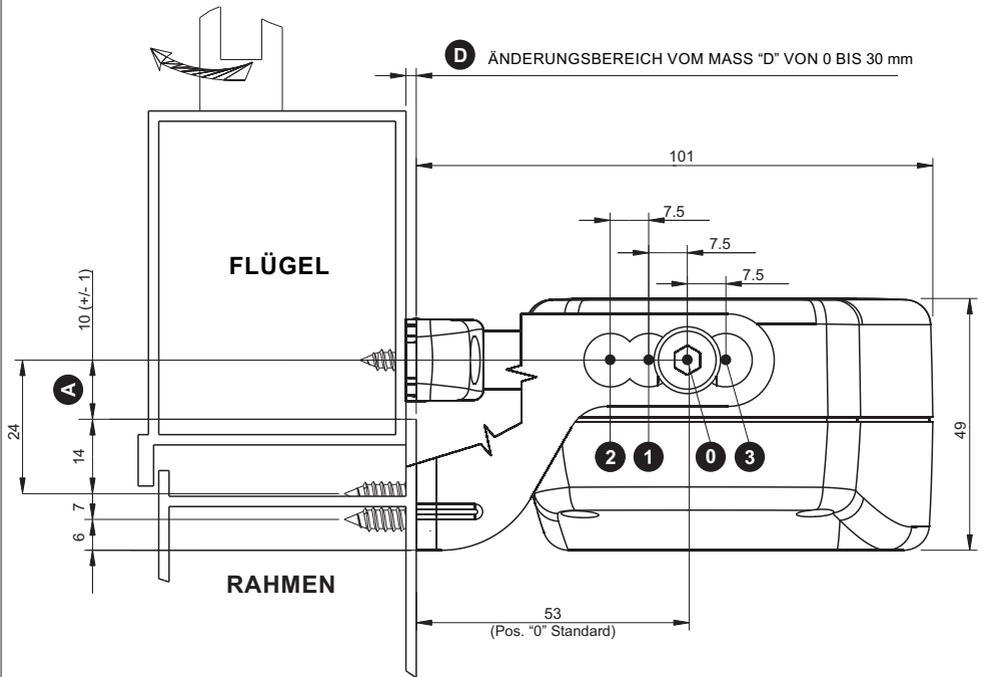

Abb. 7b Abmessungen in mm
PRÜFEN, DASS DER ABSTAND "D" ZWISCHEN DEM FENSTERRAHMEN (WO DIE STELLANTRIEBMONTAGE VORGESEHEN IST) UND DEM FENSTERFLÜGEL (WO DIE BEFESTIGUNG DES BÜGELS VORGESEHEN IST) ZWISCHEN 0 mm UND 30 mm FÜR DIE KLAPPÖFFNUNG (SIEHE ABB. 7a) UND ZWISCHEN 0 mm UND 22,5 mm FÜR DIE KIPPÖFFNUNG (SIEHE ABB. 7b) EINGESCHLOSSEN IST.
- 6) **Abb. 27-** Mit den zwei gelieferten Schrauben (**Bez. 1**) den Stellantrieb am Bügel zur Befestigung am Fenster in der Stellung "0" (**siehe Abb. 7b**) positionieren und die Kettenendstückregelungsschraube lösen;
- 7) **Abb. 28-** Die Stellung vom Stellantrieb mit Rücksicht auf den Bügel zur Befestigung am Fenster (**siehe Abb. 7b**) auswählen und das Kettenendstück zum Bügel für Kippfenster verbinden;